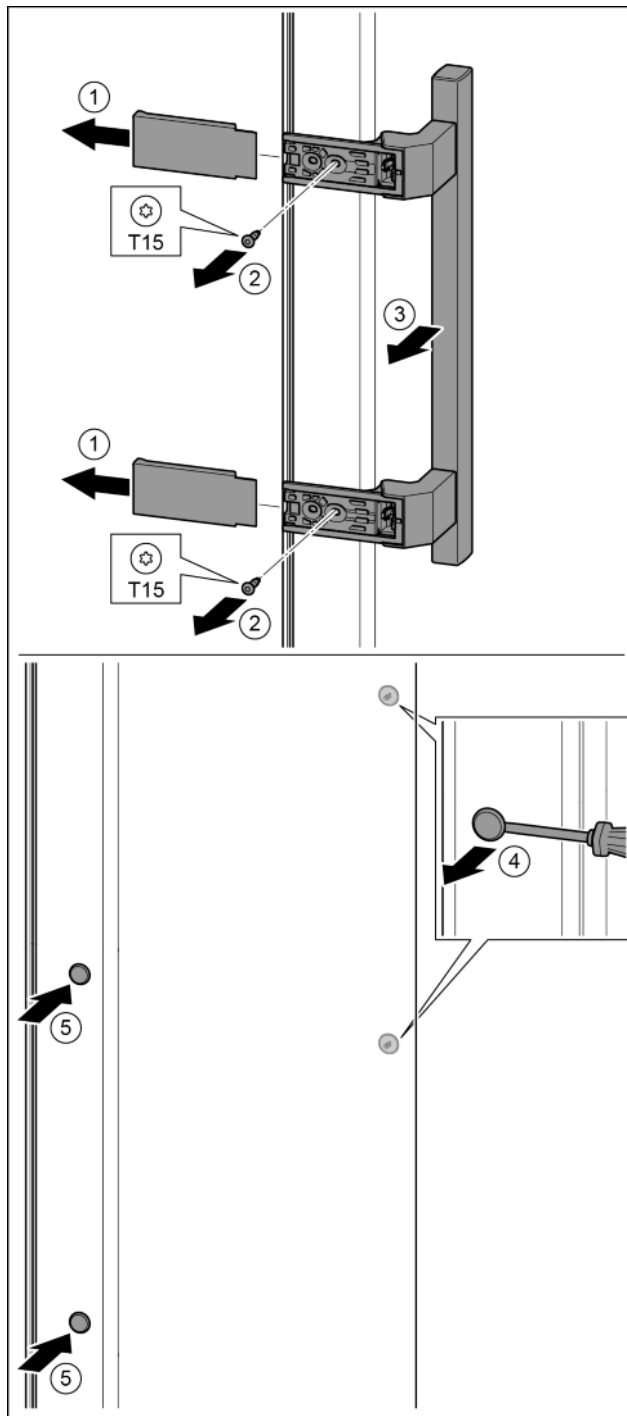

Fig. 32
- ▶ Afdekking eraf trekken. *Fig. 32 (1)*
- ▶ Schroeven met schroevendraaier T15 eruit draaien. *Fig. 32 (2)*
- ▶ Greep eraf halen. *Fig. 32 (3)*
- ▶ Zijdelingse stop voorzichtig met een sleufschroevendraaier optillen en eruit trekken. *Fig. 32 (4)*
- ▶ Stop op de andere kant weer aanbrengen. *Fig. 32 (5)*